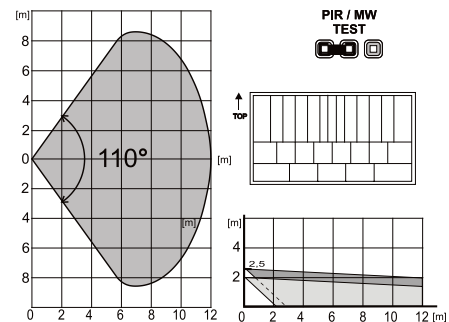

Fig.2: Caracteristicile razei de acoperire se pot schimba folosind o lentilă alternativă:
**Sistemul de detecție PIR** este echipat cu o lentilă de 110°/12 m. Raza de acoperire - vezi Fig.2 Verificați raza de acoperire folosind călărețul (8) în poziția „PIR”. Mișcarea se indică prin LED-ul roșu.